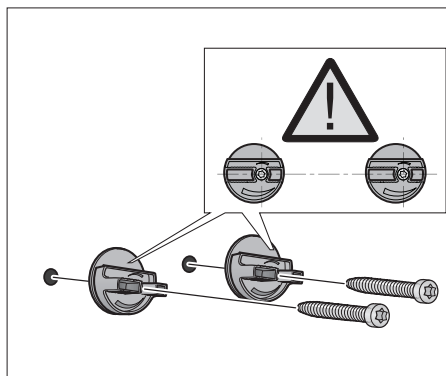

Рис. 3
5. Вручную прикрутите регулирующие элементы для монтажного кронштейна вытяжки. Не сильно затягивайте винты. (Рис. 3)